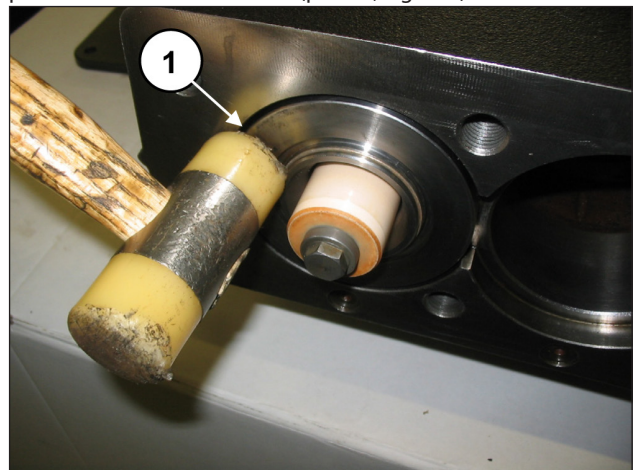

Fig. 160
Certifique-se de que o bloco da camisa - suporte chegue a se posicionar no fundo do local (pos. ①, Fig. 160).